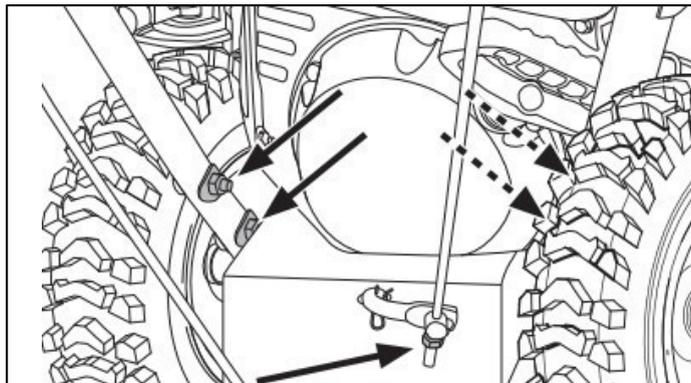

Рис.5
- Снять панель и ручки, вставьте их в кронштейны и закрепите болтами, гайками и шайбами Рис.5;
- открутите гайку с хвостовика стержня переключения передач, прикрепите хвостовик к пластине переключения и затяните стопорную гайку Рис.5.